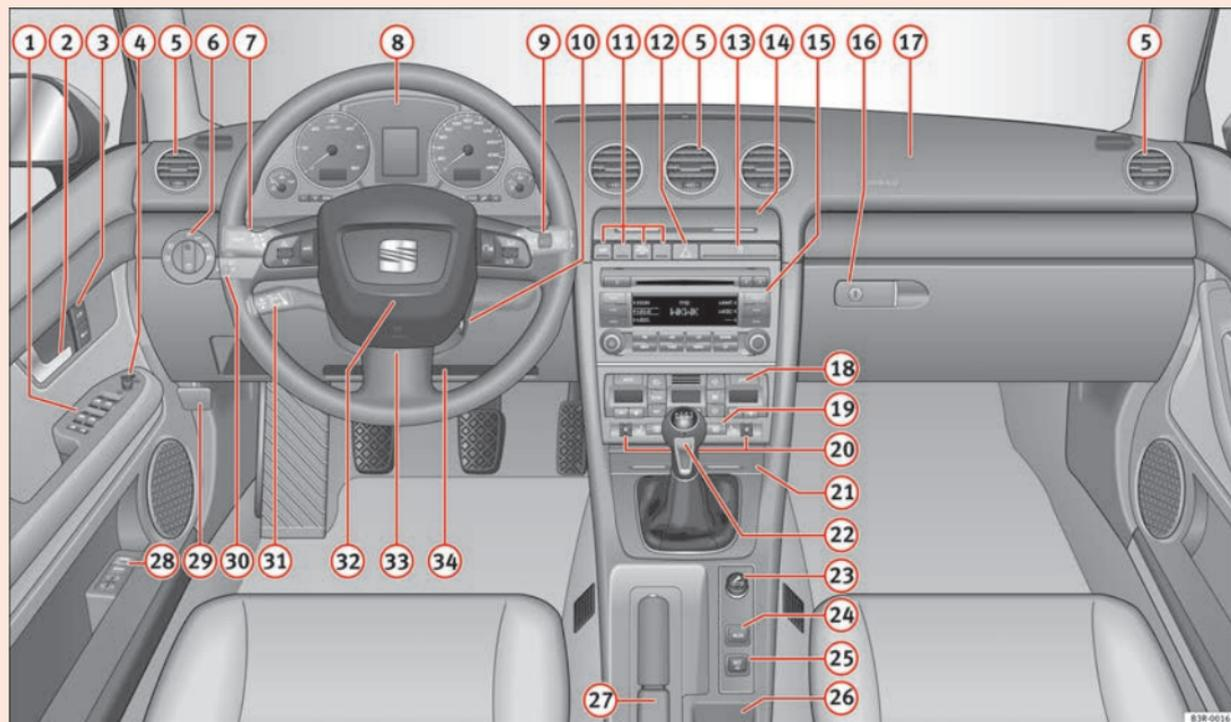

Fig. 36 Alguns dos equipamentos apresentados só existem em determinadas versões do modelo ou são equipamentos opcionais.
- Em veículos com volante à direita\*, a disposição dos elementos de comando difere parcialmente da que se mostra na figura ⇒ Fig. 36. Contudo, os símbolos dos comandos são os mesmos. ■